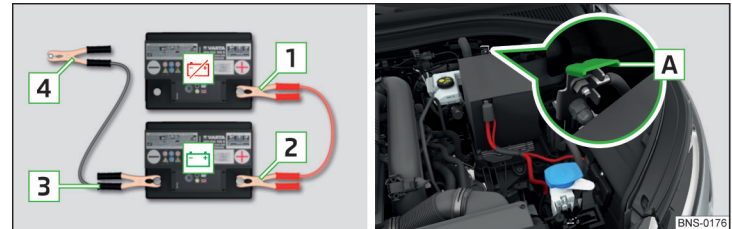

Abb. 344 **Starthilfe:** - entladene Batterie, - stromgebende Batterie / Massepunkt des Motors beim START-STOPP-System
- ▶ Bei Fahrzeugen **mit** dem START-STOPP-System die Klemme [4] am Massepunkt des Motors [A] befestigen » Abb. 344.
- ▶ Die Minuspolklemme des Starthilfekabels am Massepunkt des Motors [A] » Abb. 344 oder an einem fest mit dem Motorblock verbundenen Metallteil bzw. direkt am Motorblock an-klemmen.